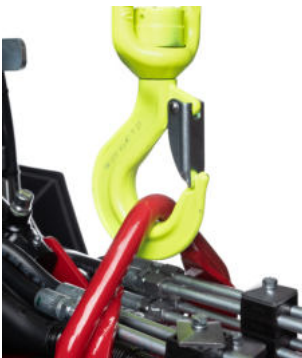

Abbildung 7.4 Hebepunkt
1. Heben Sie den Kran mit Hebegurten oder Ketten mit einer Tragfähigkeit von mindestens 3000 kg. Montieren Sie diese an den Hebepunkten am Ausleger (siehe *Abbildung 7.4*).